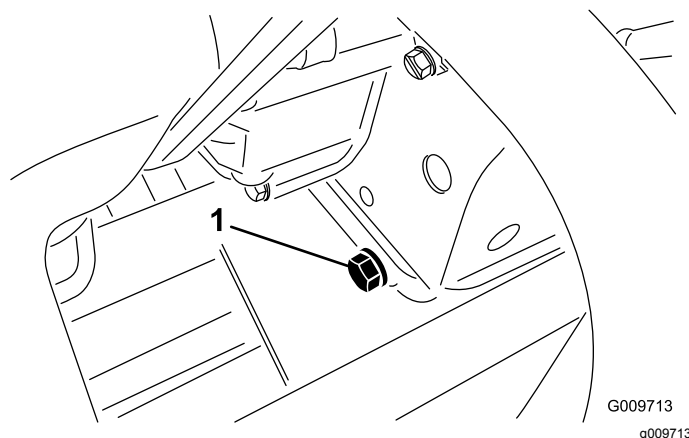

Figura 36
1. Togliete il tappo di spurgo posteriore (Figura 36) e lasciate defluire l'olio in una bacinella. Quando l'olio cessa di defluire, rimontate il tappo.